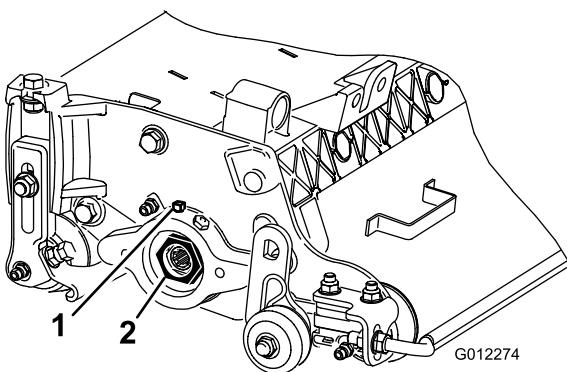

Figura 10
- Allentate la vite di arresto esterna che fissa il dado di regolazione dei cuscinetti all'alloggiamento dei cuscinetti sul lato sinistro dell'apparato di taglio (Figura 10).